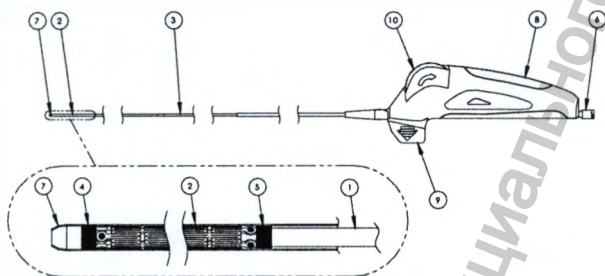

Figura 1: sistema di rilascio Entrust™
La Figura 1 mostra il sistema di rilascio Entrust. È dotato di un corpo trasversale composto da un corpo interno (1), un introduttore esterno retrattile (2) e un introduttore di isolamento (3) per agevolare il rilascio. L'impugnatura ergonomica per il rilascio (8) ha un blocco di sicurezza removibile (5), una rotella di rilascio (10) e un hub fuer (6).